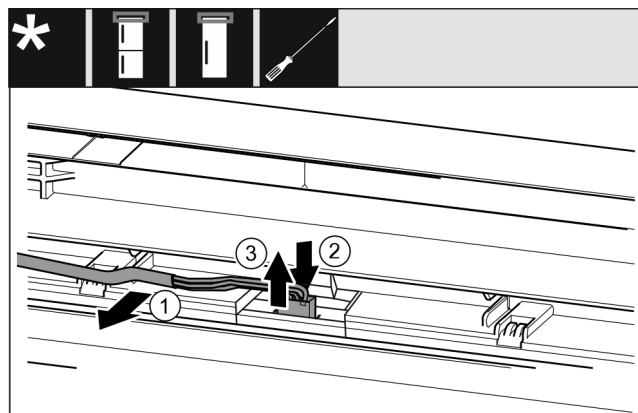

Fig. 20
- Staccare con cautela il cavo grigio dalla guida nella porta. Fig. 20 (1)
- Spingere all'indietro la linguetta dietro il connettore. Fig. 20 (2)
- Estrarre con cautela il connettore verso l'alto. Fig. 20 (3)